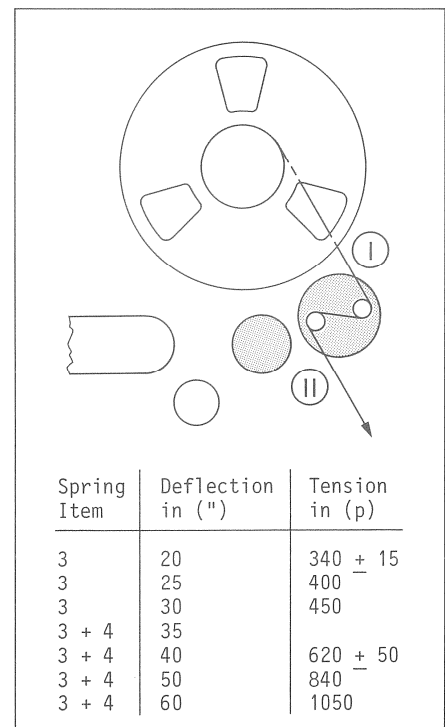

Fig. 3.5.5
Feder [4] vom Bolzen [14] aushängen. Position a, b und d einstellen. Die Zugkraft der Feder [3] nach den Werten in Fig. 3.5.5 kontrollieren und wenn nötig nachstellen (siehe Abschnitt 3.5.3).
Die Zugkraft des ganzen Federsystems nach Fig. 3.5.5 kontrollieren und wenn nötig nachstellen (siehe Abschnitt 3.5.3).
Unhook spring (4) from pin (14). Adjust items a, b, and d. Check whether the tension of spring (3) corresponds to the value specified in Fig. 3.5.5 and readjust if necessary (refer to section 3.5.3).
Check the tension of the entire spring system as specified in Fig. 3.5.5 and readjust if necessary (refer to section 3.5.3).